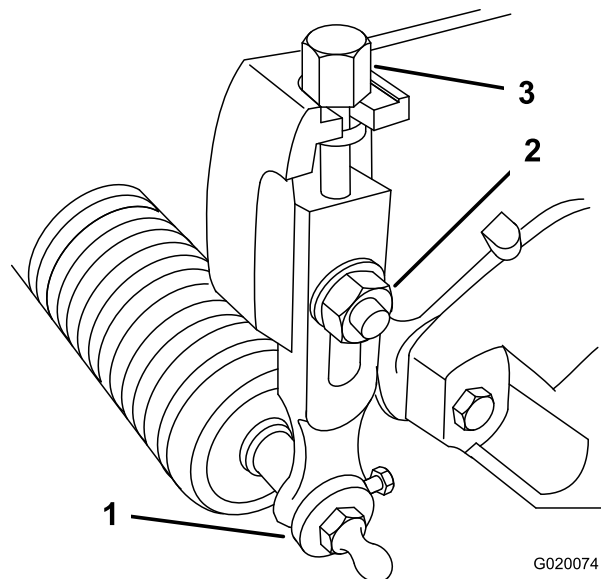

Figura 18
- Afloje las contratuercas que sujetan los brazos de la altura de corte a las chapas laterales de la unidad de corte (Figura 18).